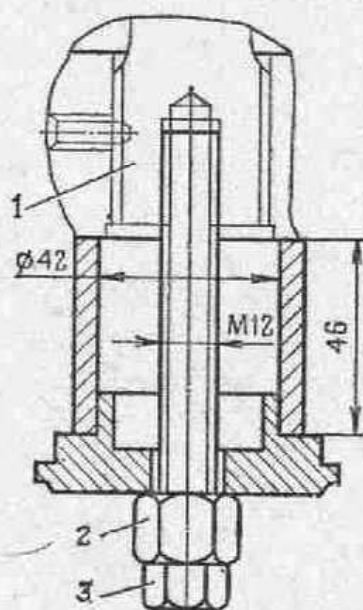

Рис. 72. Съемник торсионов:
- 3) поднимая автомобиль домкратом, определите момент освобождения торсиона от предварительной закрутки и извлеките с помощью съемника (рис. 72);